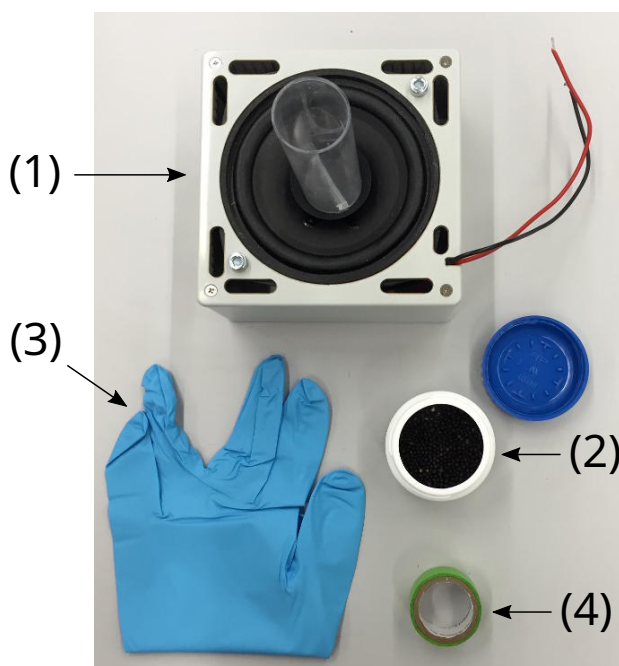

Figura 2: Equipamento adicional para esta experiência.
- A amplitude deste sinal pode ser ajustada com o potenciômetro *speaker amplitude*, indicado com o número (4) na figura 2 das instruções gerais. A diferença de potencial contínua medida entre o terminal de saída *speaker amplitude* indicado com o número (6) e o terminal terra, indicado com o número (7), é proporcional à amplitude do sinal fornecido ao altifalante.
Antes de iniciar a experiência, ligue o altifalante aos terminais do gerador de sinal (assegure-se que está a utilizar a polaridade correta). Coloque algumas (ex: 50) sementes de papoila no cilindro que está colocado em cima do altifalante. Utilize fita adesiva e uma secção da luva (corte um pedaço) para fechar o cilindro, de modo a que as sementes fiquem fechadas lá dentro. Ligue o interruptor do altifalante ((8), figura 2 das instruções gerais) e ajuste a amplitude no potenciômetro *speaker amplitude* (4) usando a chave de parafusos fornecida. Teste diferentes amplitudes e observe como as sementes se acumulam nas duas metades do cilindro.